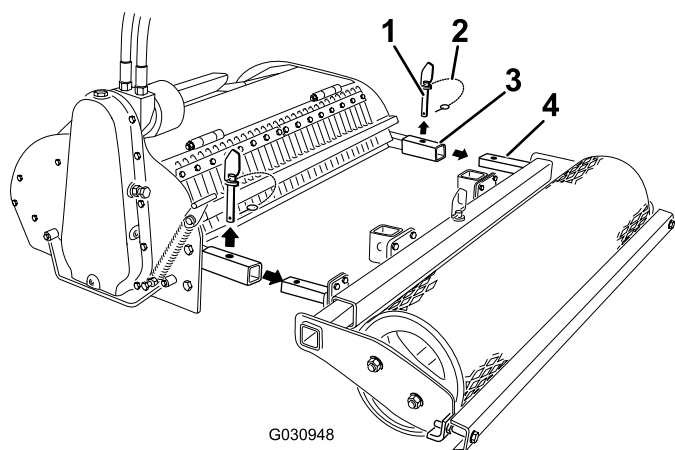

Figura 5
2. Rimuovete i perni conici dai bracci del coltivatore (Figura 5).
3. Togliete il rullo dal coltivatore (Figura 5).